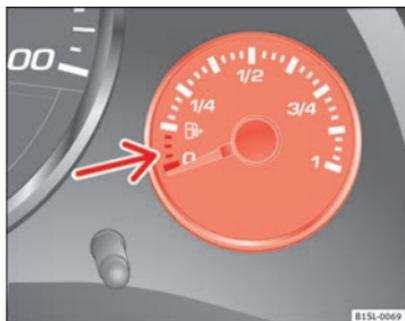
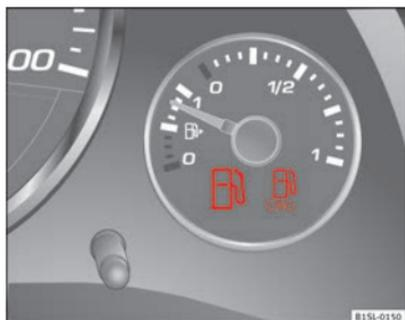

Fig. 107 En el cuadro de instrumentos: indicador del nivel de combustible para gasolina.
Fig. 108 En el cuadro de instrumentos: indicador del nivel de combustible para gasolina.
El Indicador del nivel de combustible puede variar dependiendo del equipamiento del vehículo ⇒ fig. 107 o ⇒ fig. 108.
a) Solo válido para vehículos con Indicador del nivel de combustible en el cuadro de instrumentos ⇒ fig. 107.
La flechita situada junto al símbolo del surtidor en el cuadro de instrumentos => fig. 107 indica en qué lado del vehículo se encuentra la tapa del depósito.